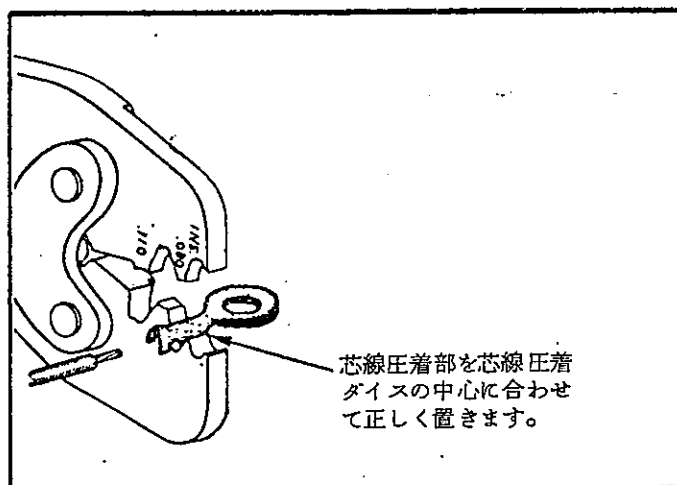
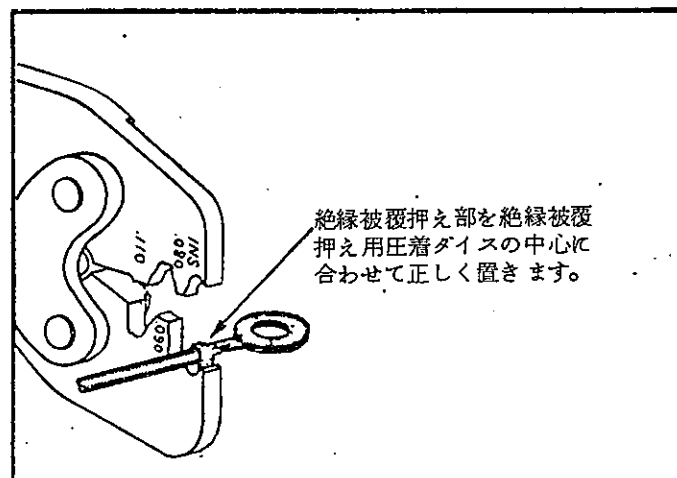

図 3
図 4
- (1) 工具のハンドルを開いて、端子の芯線圧着部を図3のように適合する圧着ダイスに、正しくのせます。
- (2) 圧着ダイスの中で端子が挟まって保持されるまで、ゆるやかに半分ほどハンドルを閉じます。このとき芯線圧着部を大きく変形させてはいけません。
- (3) 芯線圧着部に絶縁被覆むきした芯線を挿入します。このとき絶縁被覆が芯線圧着部の中に入らぬよう注意します。
- (4) 電線を端子に挿入した位置に支えたまふ、サーティクリンプ圧力規制装置が解放するまで、ハンドルを一杯に閉じます。型番 46564 にはこの装置がありません。
- (5) ハンドルを開き圧着した端子を取り出します。
- (6) 次に端子の絶縁被覆押え部を、図4に示す様に工具の INS の刻印のついている絶縁被覆押え用ダイスの中心に合わせて正しく置きます。
- (7) 端子をこの位置に保持したまま、サーティクリンプ圧力規制装置が解放するまで、ハンドルを一杯に閉じます。但し、型番 46564 にはこの装置がありません。
- (8) ハンドルを開けて圧着の済んだ端子を取出します。